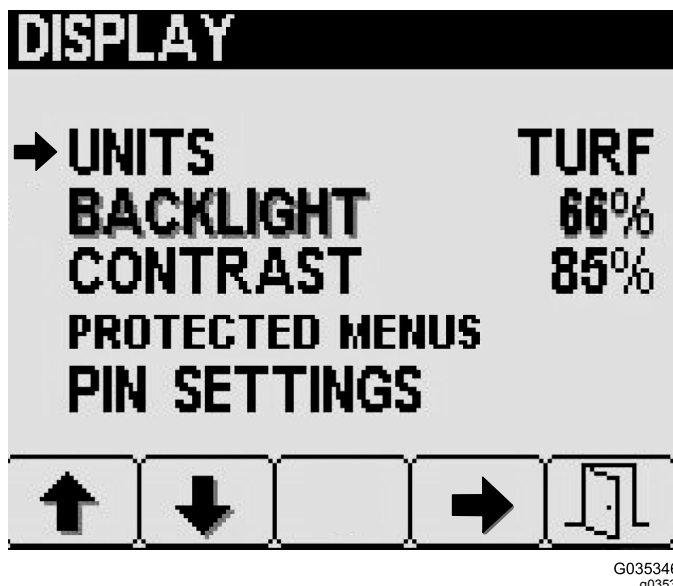

Figura 25
2. En la pantalla de Menú de pantalla, pulse el botón 1 o 2 para navegar por la opción de Unidades y luego pulse el botón para seleccionar Unidades (Figura 25).